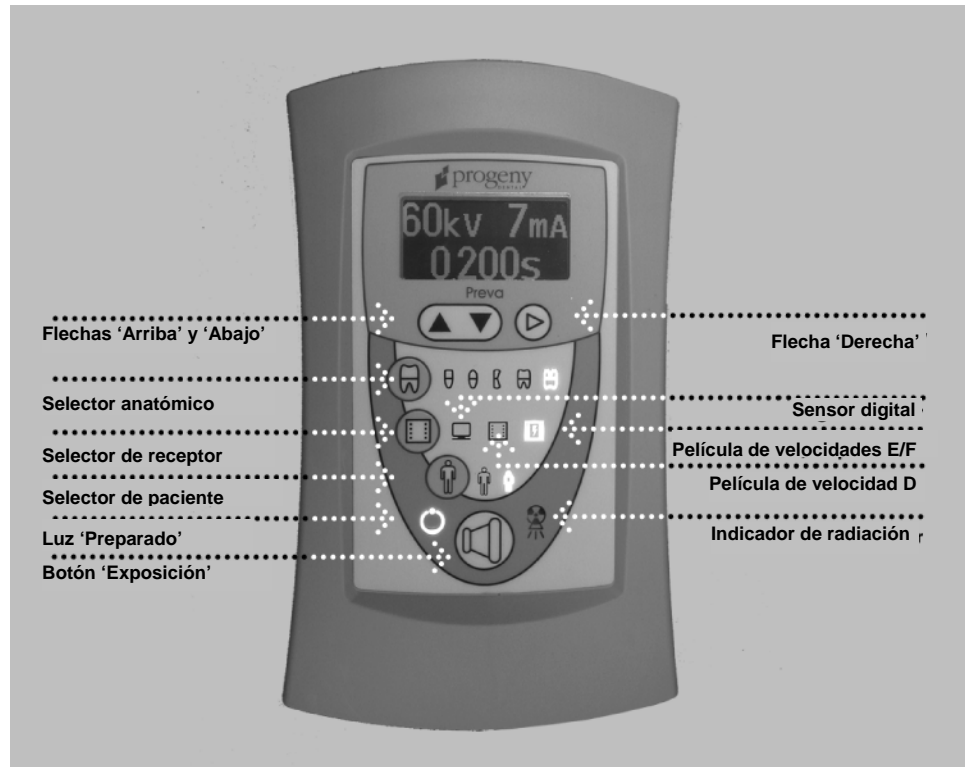

Figura 2
Cuando el sistema se enciende, el panel del operador, Figura 2, exhibe los valores de exposición (kV, mA y segundos) para el diente, el tipo de receptor de imagen y el tamaño del paciente que estaban seleccionados. Para seleccionar otros valores de exposición utilice los botones 'Selección del diente', 'Tipo de receptor de imagen' y 'Tamaño del paciente'.
1. Lleve el interruptor de encendido/apagado, ubicado en la zona superior derecha de la unidad de control, a la posición 'Encendido' ('On'). El indicador 'Preparado' que está en el frente del panel del operador, Figura 2, se encenderá.